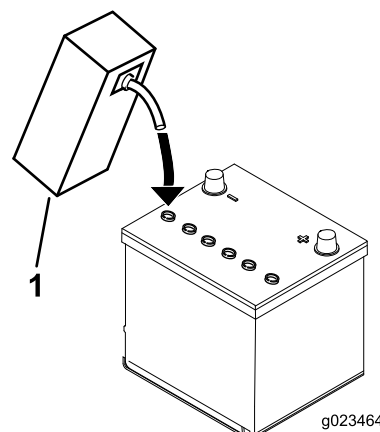

Figura 6
3. Llene cuidadosamente cada celda con electrolito hasta que las placas estén cubiertas de aproximadamente 6 mm (1/4 pulgada) de fluido (Figura 6).
5. Rellene si es necesario para que el electrolito llegue a una distancia de aproximadamente 6 mm (1/4 pulgada) del fondo del hueco de llenado (Figura 6).